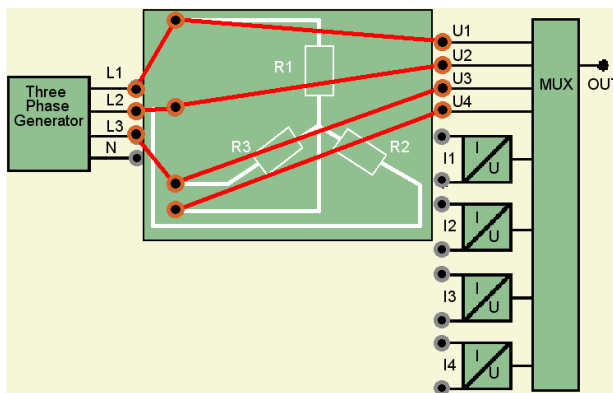
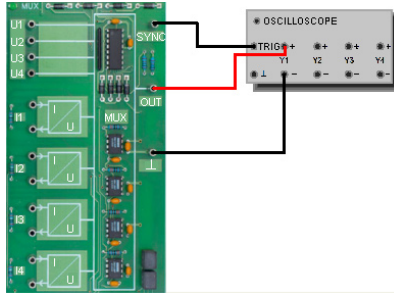
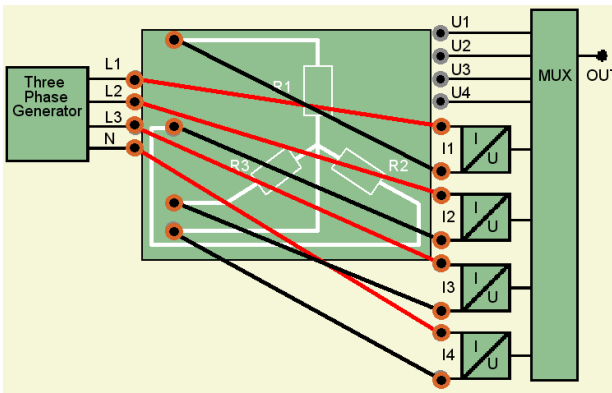

Рис. 3. Экспериментальная схема для эксперимента 1
Рис. 4. Базовая схема включения многоканального осциллографа
Рис. 10. Экспериментальная схема для эксперимента 2
**Эксперимент 1 «Измерение напряжения на фазных обмотках  $U_{1N}$ ,  $U_{2N}$ ,  $U_{3N}$  а также напряжения между общей точкой «звезды» и  $N$  ( $U_{SN}$ )».** Собрать экспериментальную схему (рис. 3). Соединить выходы мультимплексора (рис. 4).
11. **Эксперимент 2 «Измерение токов на фазных обмотках  $I_1, I_2, I_3$ , а также тока в нейтральном проводе  $I_N$ ».** Собрать экспериментальную схему (рис. 10). Соединить выходы мультиплексора (см. рис. 4).